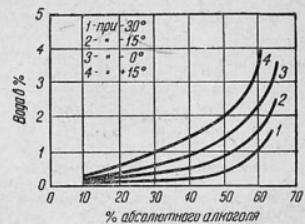

Рис. 2
На рис. 2* показано влияние примеси воды на устойчивость смеси грозненского бензина с абсолютным спиртом при разных температурах.
* Рис. 2 и 3 и таблица растворимости бензинов взимствованы из работы физико-химического отдела НАТИ и книги проф. И. С. Паноттина, Труды НАТИ, выпуск 28-й.